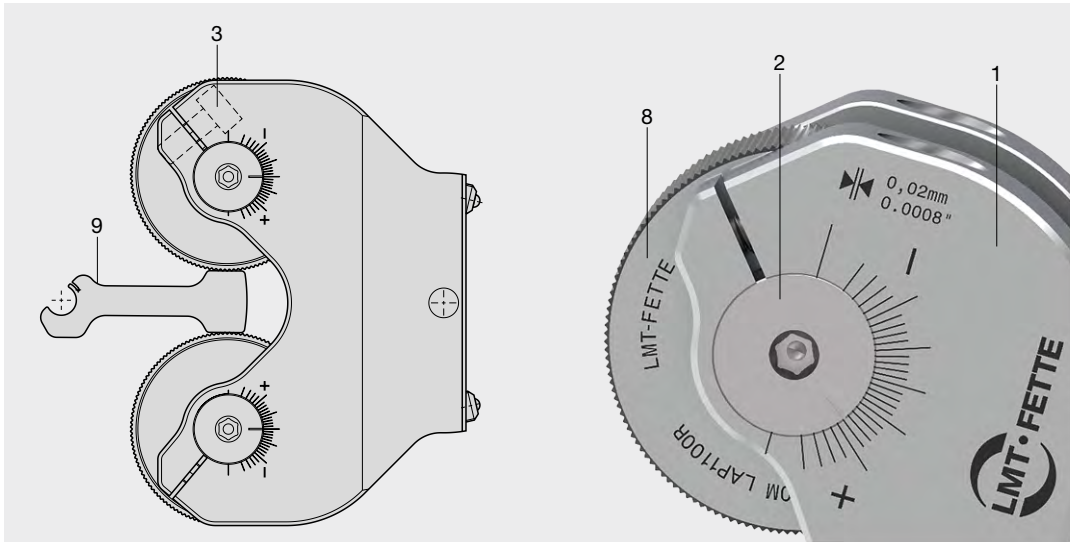

Abb. 11: Einstellen des zu rollenden Durchmessers
1. Die Klemmung der Zylinderschrauben (3) lösen.
2. Die Einstellehre (9) oder ähnliches, welches dem Kerndurchmesser des Profils entspricht, zwischen die Rollen (8) halten und die Rollenachsen der Skaleneinteilung des Grundkörpers (1) entsprechend gleichmäßig solange verdrehen, bis das Endmaß fest zwischen den Rollen liegt. Idealerweise ist die Skaleneinstellung gleichmäßig auf beiden Seiten eingestellt (siehe Abbildung 11).
3. Die Zylinderschrauben (3) anziehen.